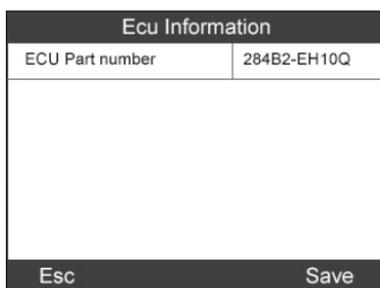

Figura 4.42
- 2) Il numero articolo della centralina viene visualizzato se il recupero viene effettuato correttamente. Premere il pulsante **FUNZIONE** corrispondente "**Salva**" per memorizzarlo per successive riproduzioni o stampe. (Figura 4.42)